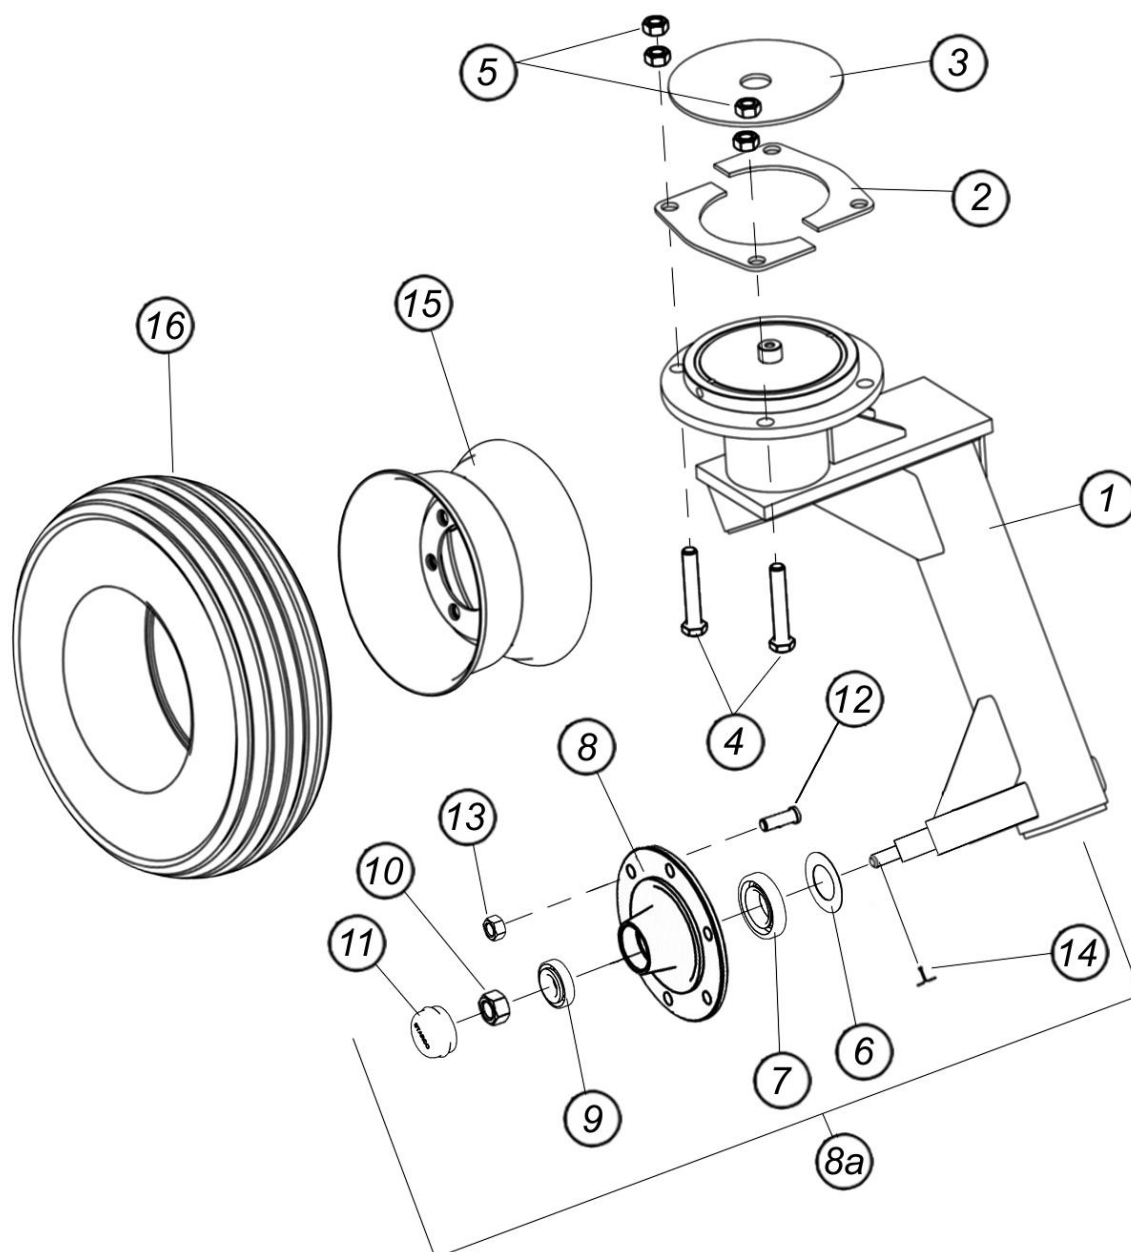

Рис.7.1.8. Шасси боковое
7.1.8. Шасси боковое (рис.7.1.8)